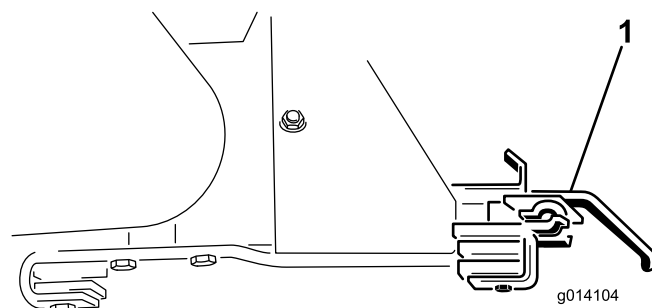

Figura 47
18. Retire las dos palancas de apriete del accesorio (Figura 47).